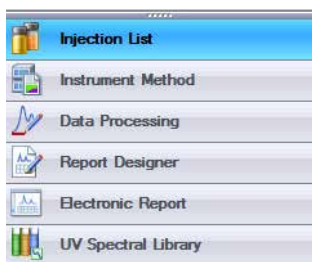

图 21. 类别栏
- 类别栏 (图 21)：使用类别栏可在以下六个类别之间切换显示：**进样列表、仪器方法、数据处理、报告设计器、电子报告和 UV 光谱库。**